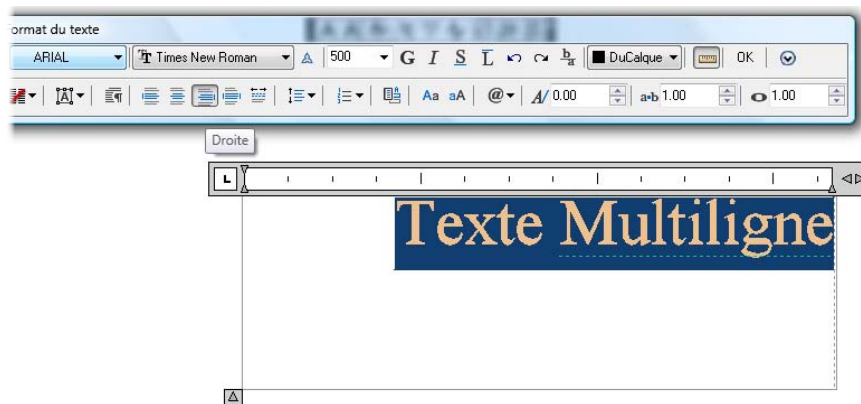

Figure 5.18
6. Et, comme tout éditeur digne de ce nom, il offre la possibilité d'aligner le texte à droite, à gauche ou de le centrer (voir Figure 5.18).